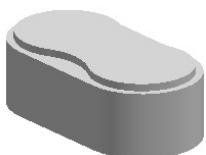
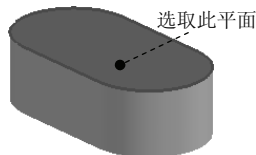

图 8.2.3 拉伸特征 2
图 8.2.4 定义草图平面
Step3. 创建图 8.2.3 所示的零件特征——拉伸 2。选取**插入(S)** → **设计特征(F)** → **拉伸(E)**命令（或单击**拉伸(E)**按钮），系统弹出“拉伸”对话框。选取图 8.2.4 所示的平面为草图平面，选取 X 轴为草图水平参考方向，取消选中**设置**区域的**创建中间基准 CSYS**复选框，绘制图 8.2.5 所示的截面草图。在**指定矢量**下拉列表中选择**ZC1**选项；在**限制**区域的**开始**下拉列表框中选取**值**选项，并在其下的**距离**文本框中输入值 0；在**限制**区域的**结束**下拉列表框中选取**值**选项，并在其下的**距离**文本框中输入值 2；在**布尔**区域的下拉列表框中选取**求和**选项。单击**确定**按钮，完成拉伸特征 2 的创作。